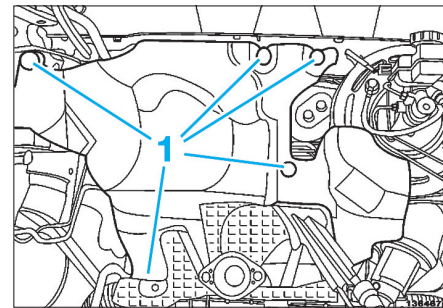

FIG. 21
- Déposer l'écran thermique du tablier (1) (Fig.21).